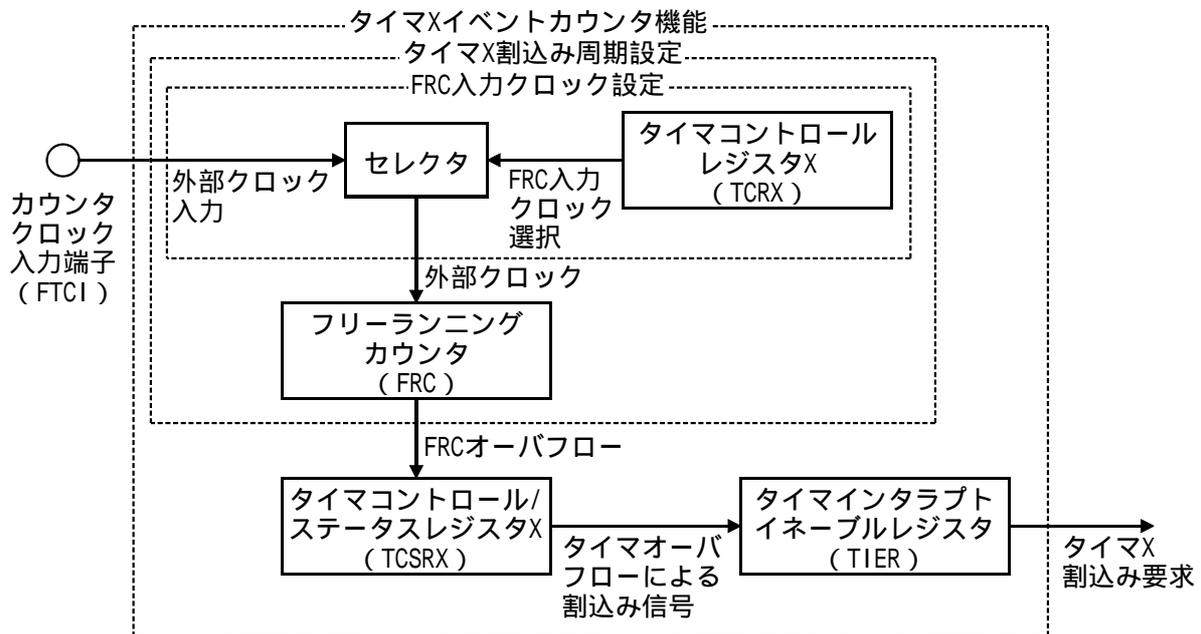

図1 イベントカウンタ機能ブロック図
- (1) 本タスク例では、タイマXイベントカウンタ機能を使用して、FTCI入力端子に入力したパルスのパルス数の測定を行ないます。
- (a) 図1にタイマXフリーランニング機能のブロック図を示します。以下にタイマXイベントカウンタ機能のブロック図について説明します。